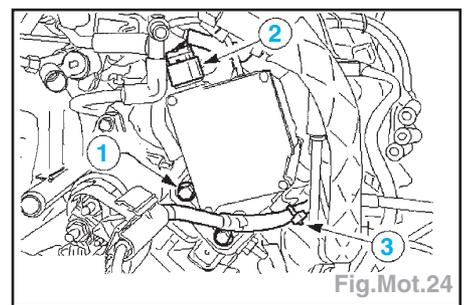

Fig.Mot.24
- Déposer la commande IMRC (Fig.Mot.24) :